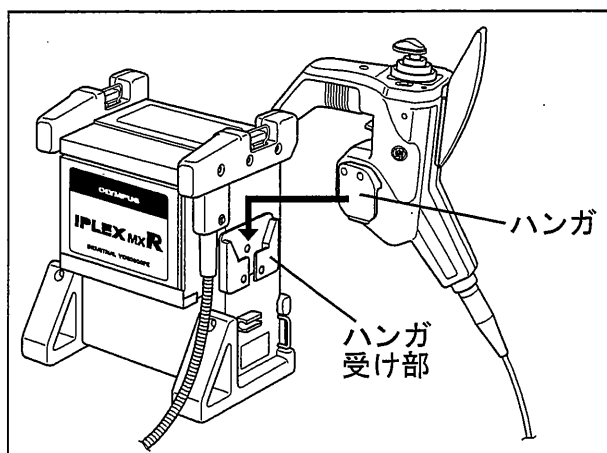

図 3.27
1. 操作部側面のハンガを、本体側面のハンガ受け部にはめ込みます。ハンガが受け部に対して傾いていると、うまくはめ込むことができない可能性があるため、なるべくまっすぐにはめ込んでください。(図 3.27 参照)